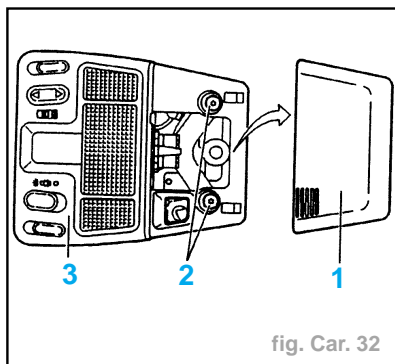

fig. Car. 32
- Déposer (fig. Car. 32) :
- le cache (1),
- les fixations (2),
- la console de pavillon (3) en tirant vers l'arrière du véhicule.